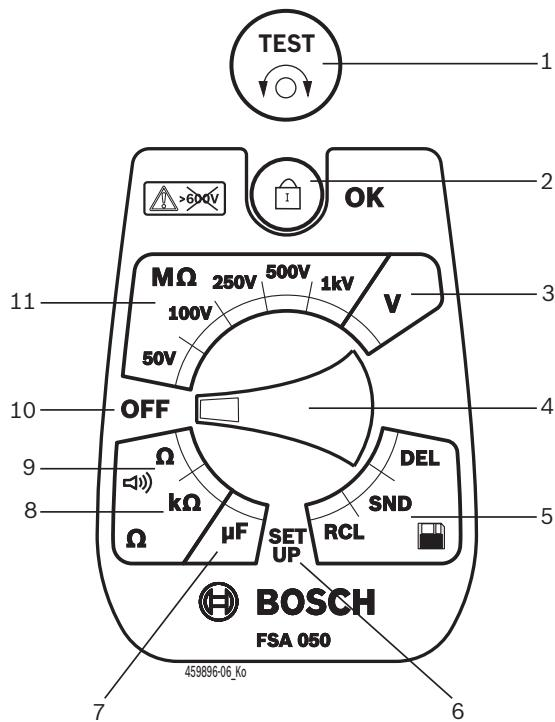

Fig. 2: Drehschalter/Tasten
- Drehschalter auf <SETUP> stellen (Fig. 2, Pos. 6).
- <TEST> (Fig. 2, Pos. 1) etwa zwei Sekunden drücken.
- </OK> drücken, um den gewünschten Wert zu speichern (Fig. 2, Pos. 2).